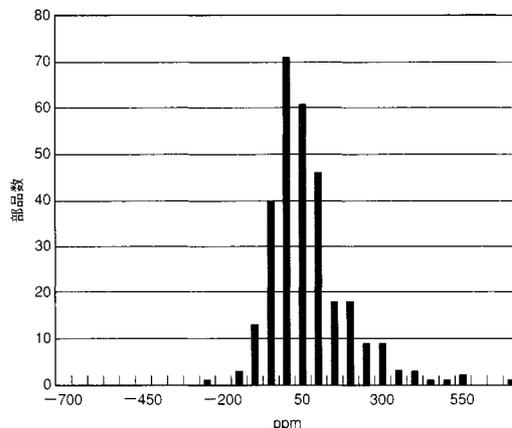

図12．出力電圧ヒステリシスの分布
- ⁴ ヒステリシスは、このデバイスを+85 に上げてから25 での出力電圧を測定し、次に-40 に下げた後で再度25 での出力電圧を測定したとき、この2つの測定値間の違いをppmで表したものです。図12参照。
高性能の産業機器のメーカーにとって、高性能産業機器のメーカーにとって、AD1582/AD1583/AD1584/AD1585ファミリが全温度範囲にわたって動作した後でも+25での出力電圧エラー値に変わりが無いことを必要とする場合があります。すべてのリファレンスには出力電圧ヒステリシスという性質がありますが、AD1582/AD1583/AD1584/AD1585ファミリはこの特性を最小限に抑えるように設計されています。この現象は温度を+85 ~ +25および-40 ~ +25と変化させた後の、+25における出力電圧の変化を測定して定量化することができます。図12にAD1582の出力電圧ヒステリシスの分布を示します。